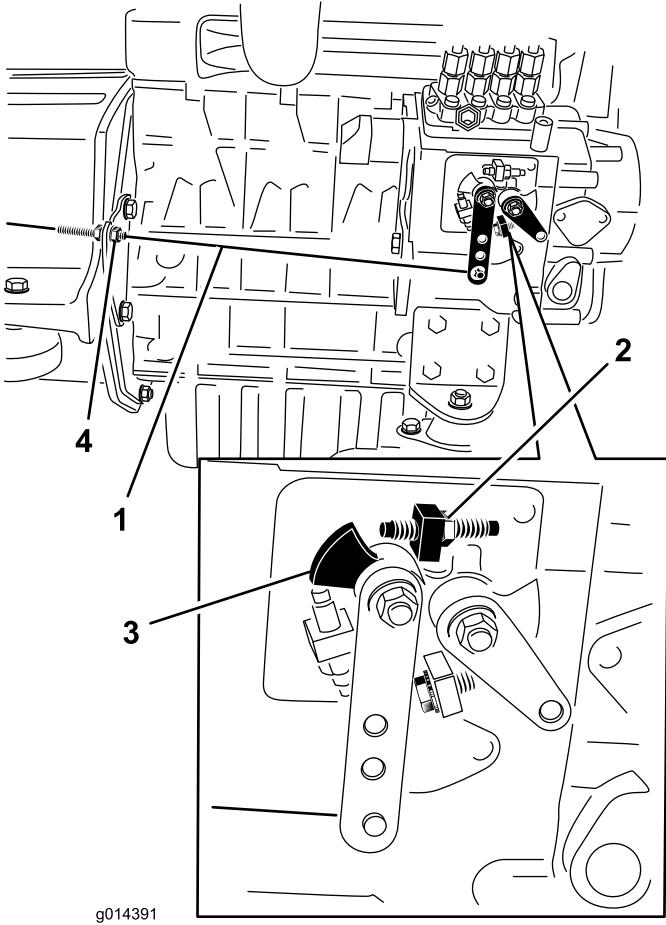

Figura 46
- Compruebe la posición de la palanca de control de velocidad de la bomba de inyección de combustible del motor. La palanca de control de velocidad debe estar en contacto con el tornillo de alta velocidad cuando la palanca de control del acelerador está en la posición de Rápido (Figura 46).
- Si es necesario, la posición de las contratuerzas del cable de control del acelerador puede ajustarse hasta que la palanca de control de velocidad entre en contacto con el tornillo de alta velocidad cuando la palanca de control del acelerador está en la posición de Rápido (Figura 46).